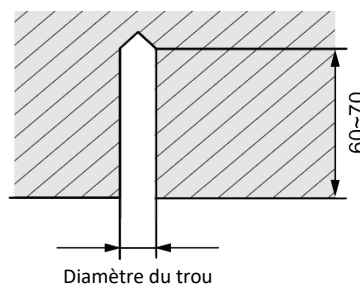

Fig.4.1.2
- 1 Percez 4 trous en fonction du trou sur le support ; le diamètre du trou dépend du diamètre du boulon d'expansion et la profondeur est de 60-70 mm, comme indiqué à la Fig.4.1.2.